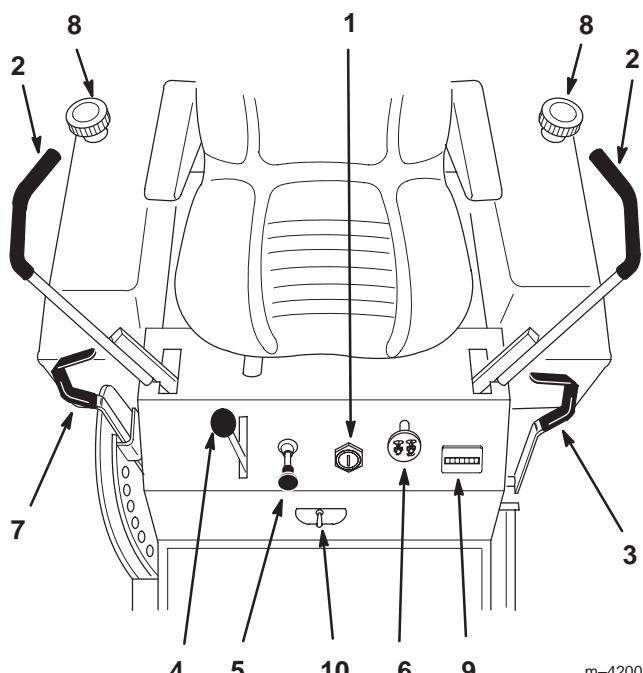

Bild 9
Machen Sie sich mit den Bedienungselementen (Bild 9) vertraut, bevor Sie den Motor anlassen oder die Maschine bedienen.
1. Stellen Sie die Fahrschalthebel (Bild 9) in die Neutralsperrstellung.